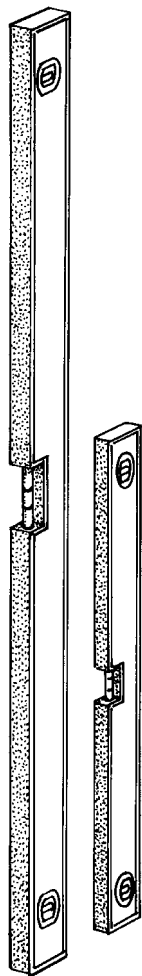

Рис. 1.8. Длинный и короткий уровни
- Длинный спиртовой уровень (длина 1200 мм) (рис. 1.8). Самый необходимый инструмент при возведении углов и проверке горизонтальности и вертикальности.
- Малый спиртовой уровень (длина 600 мм) (рис. 1.8). Служит для быстрого контроля и применяется в тех местах, где длинный уровень неудобен (тесные углы, пилястры, уклоны крыш).